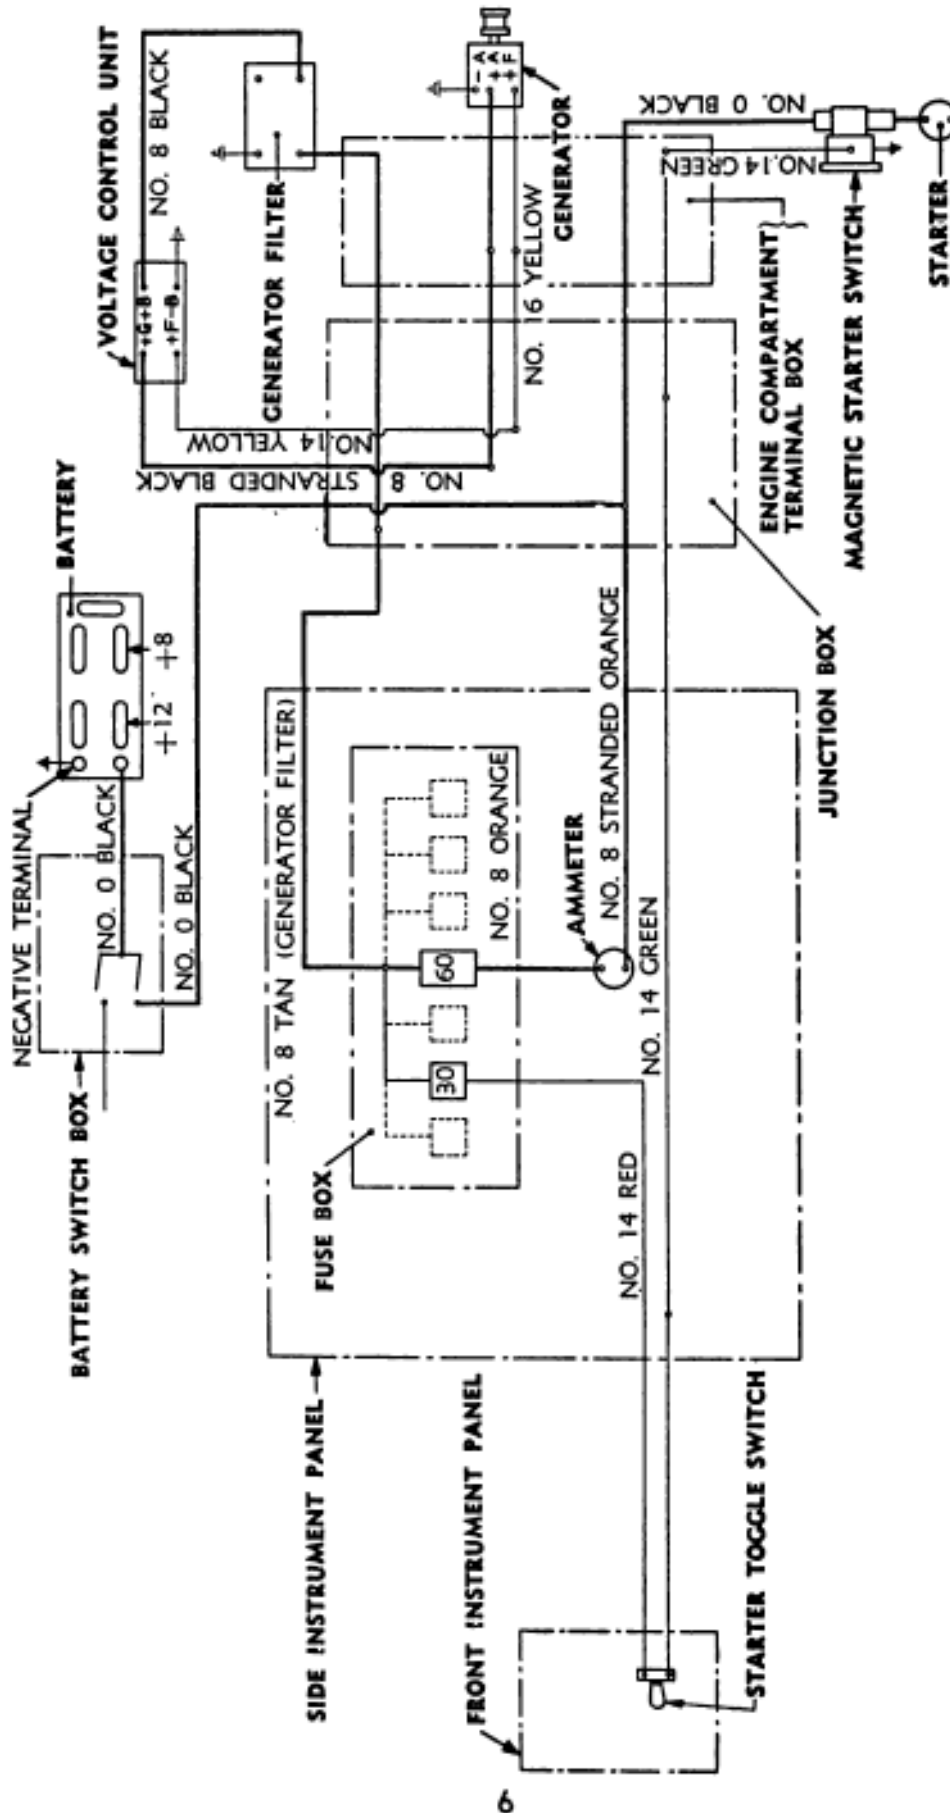

FIGURE 1.—Schéma du câblage du moteur-système électrique.
**2. Description et fonctionnement.**—Le système générateur de courant se compose des accessoires suivants: dynamo, filtre de dynamo et régulateur de voltage ou régulateur de la dynamo. Voir au schéma de câblage de la *figure 1* les différentes connexions de ces éléments. La dynamo entraînée par le moteur est la source de toute l'énergie électrique utilisée dans le véhicule. Une batterie d'accumulateurs emmagasine une quantité suffisante d'énergie électrique pour assurer le fonctionnement lorsque le moteur ne fait pas tourner la dynamo à une vitesse suffisante pour lui permettre de créer l'énergie nécessaire au fonctionnement du véhicule. Le filtre de la dynamo est destiné à réduire les interférences radio. Le régulateur de voltage agit en fonction du voltage de la batterie; il contrôle le débit de la dynamo pour faire face aux variations de la consommation des appareils électriques. Ce chapitre donne une description détaillée du fonctionnement de ces appareils.